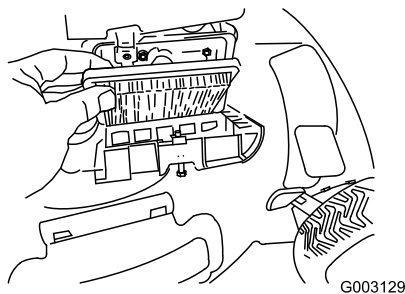

Figura 27
4. Coloque la tapa (Figura 27).